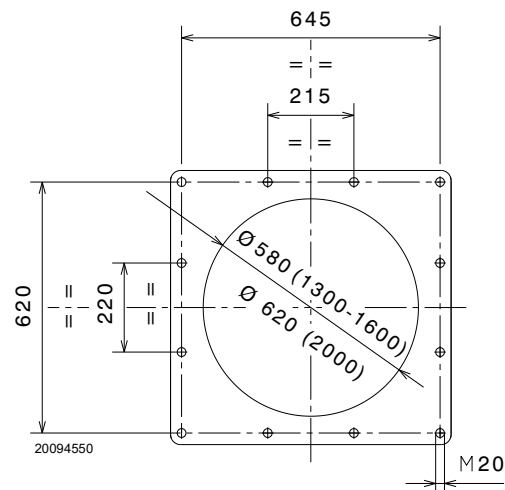

Abb. 12
Die Verschlussplatte der Brennkammer, wie in Abb. 12 durchbohren. Die Position der Gewindebohrungen kann mit dem zur Grundausstattung gehörenden Wärmeschild ermittelt werden.
- Den gesamten Brenner in das vorher vorbereitete Bohrloch des Heizkessels einpassen, wie in Abb. 12 dargestellt, und mit den beige packten Schrauben befestigen.